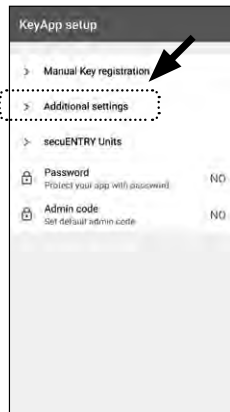

Abb. 44
- 4 Tippen Sie im Anschluss auf „Key functions“ (Abb. 44).